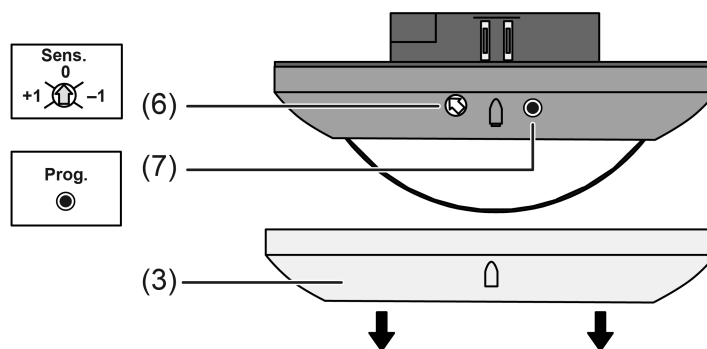

Bild 7: Bedienelemente am Gerät
Wenn der Zierring (3) vom Präsenzmelder-Gehäuse abgezogen wird, sind die lokalen Bedienelemente zugänglich (Bild 7).